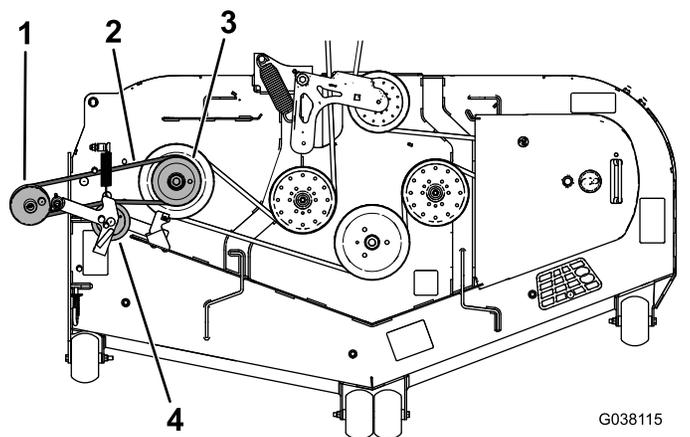

Figure 44
1. Chaussez la courroie du ventilateur sur la poulie d'entraînement (Figure 44).